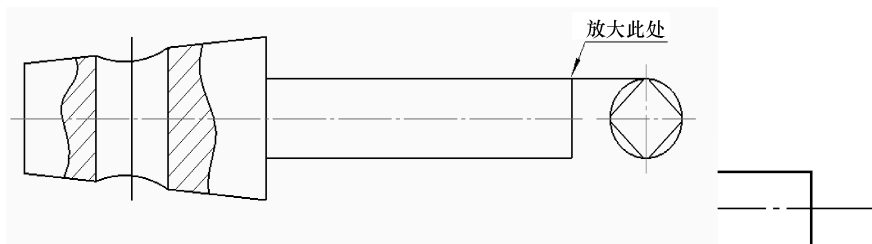

图 6-19 绘制与阀杆相交的正交线
6) 从 a 点绘制一条正交线与阀杆相交, 如图 6-19 所示。